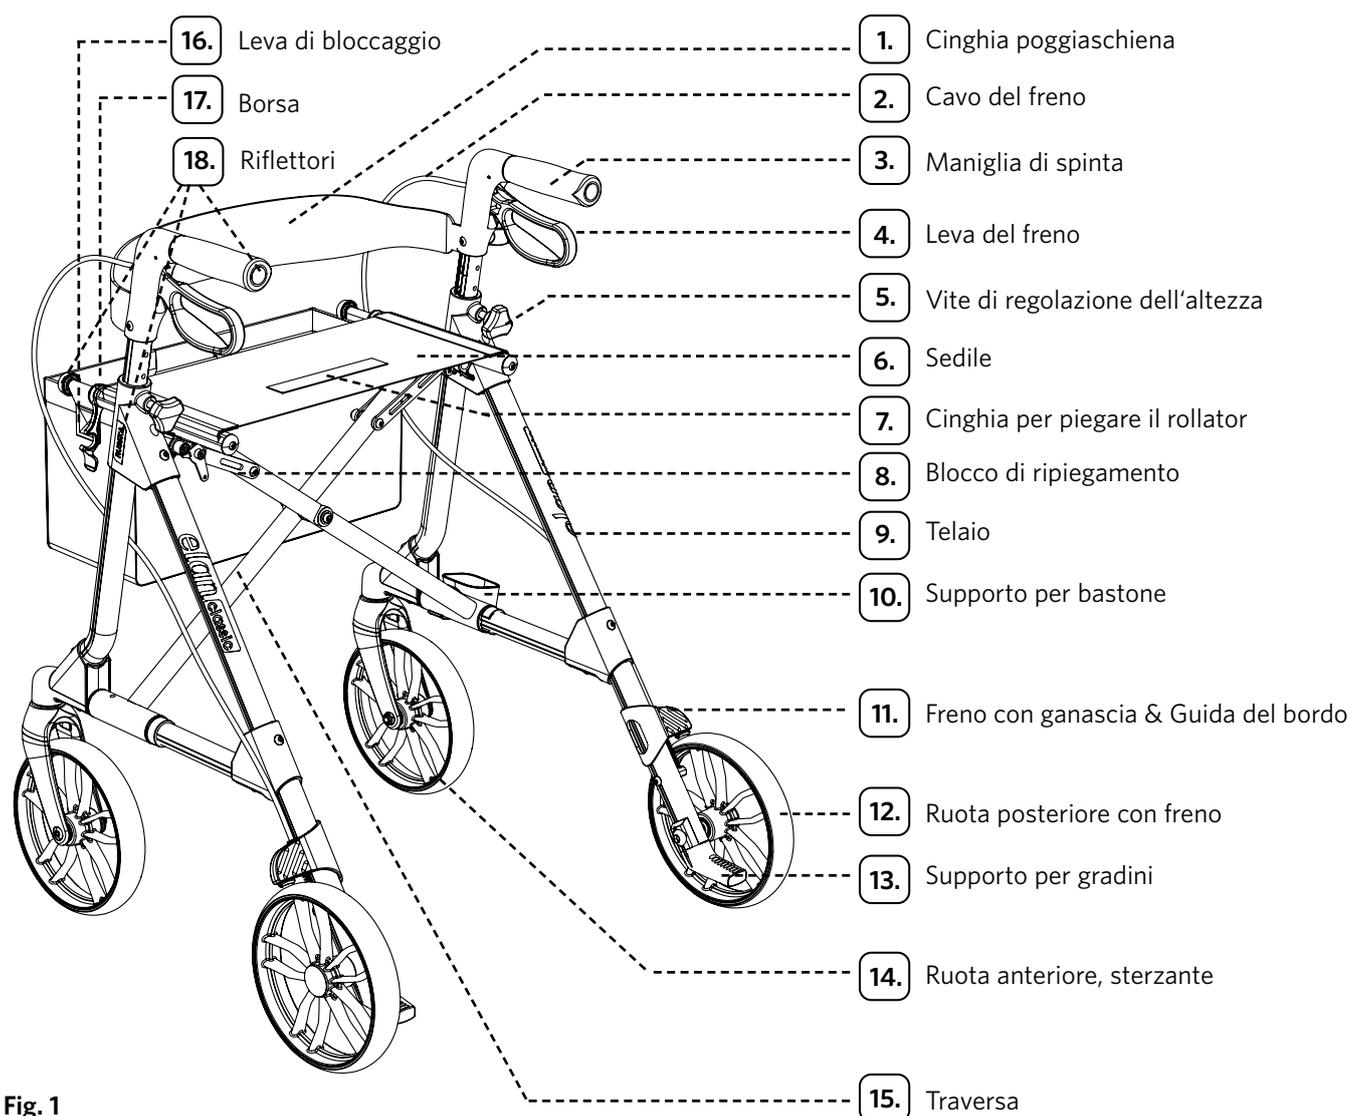

Fig. 1
1. Allentare la vite di regolazione dell'altezza (Fig. 1, n. 5.).
3. Serrare la vite di regolazione dell'altezza (Fig. 1, n. 5.).